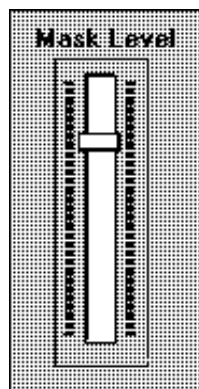

Рис. 9.14. Шкала глубины маскирования графиков
- Щелчок левой кнопки мыши на имени, соответствующем одной из кривых, выделяет ее утолщенной линией, остальные кривые "бледнеют". Это называется фильтрацией волны. В правом нижнем углу обрамления главного окна программы командой **Mask Level** можно активизировать управление глубиной маскирования остальных, не выделенных кривых (рис. 9.14). Вызывается пиктограмма с движком, положение которого и определяет уровень затенения всех кривых, кроме выделенной.